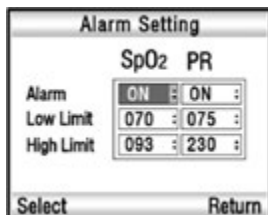

Рис. 6-2
В подменю установки тревоги (Alarm Setting), нажимайте кнопки «Вверх/Вниз» для перемещения курсора к пункту Alarm (SpO_2) или Alarm(PR), затем нажмите кнопку «Выбрать (Select)» для выделения этого пункта подменю. Нажимая кнопки «Вверх/Вниз» установите ВКЛ(ON) или ВЫКЛ(OFF) см Рис. 6-2. Затем повторно нажмите «Выбрать (Select)» для подтверждения и сохранения настроек. Если вы выключите тревогу SpO_2 и/или ЧП(PR) то значения пределов на кране будут со значком «Х».